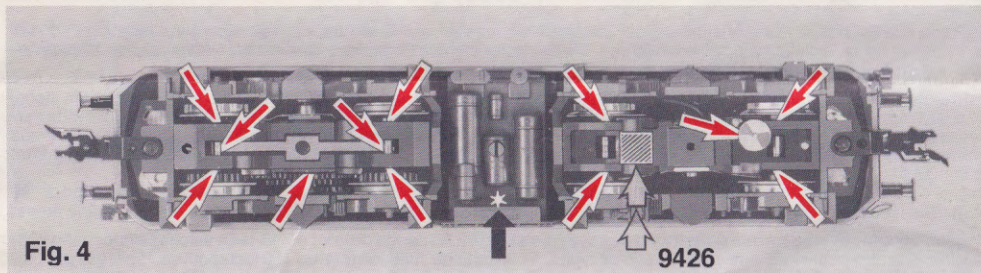

Fig. 4
* Dieser Stern bezeichnet die Masse-führende "gemeinsame Seite" der Lok (Fig. 4).
An der markierten Stelle kann der **Schaltmagnet 9426** eingebaut werden (Fig. 4).